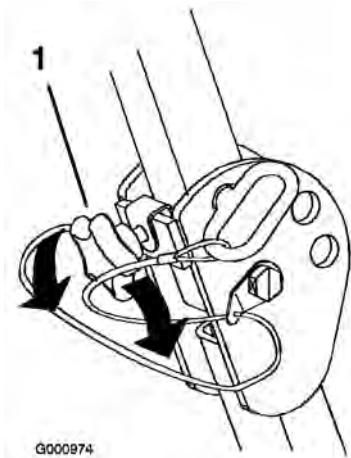

Figure 9
- Pour abaisser l'arceau de sécurité, desserrez les boutons avant (Figure 9).
Important: Serrez les boutons avant contre les extrémités centrales de l'arceau de sécurité (Figure 9).